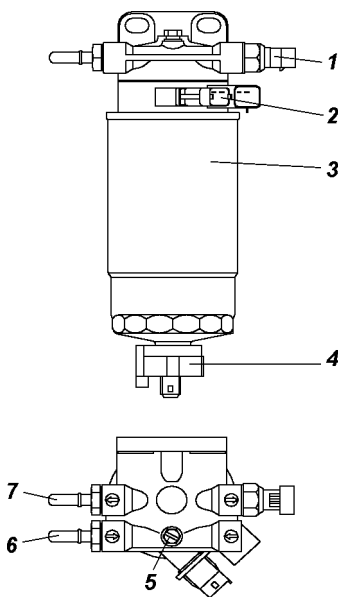

Рис. 8. Фильтр тонкой очистки топлива:
**Фильтр тонкой очистки топлива** (рис. 8) установлен под капотом автомобиля на левом брызговике.
оборотов датчик 4 (рис. 8), слейте отстой до появления струи чистого топлива и заверните датчик.
Через каждые 40000 км пробега или один раз в год, в зависимости от того, что раньше наступит, замените фильтрующий элемент 3 (рис. 8). Заменяйте фильтрующий элемент и в случае срабатывания сигнализатора 6 (см. рис. 3).